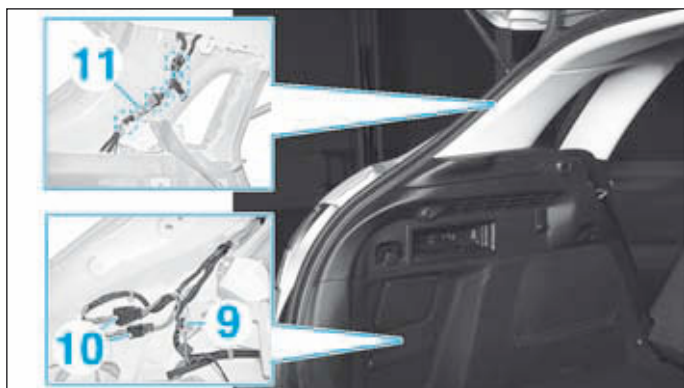

FIG.103
- Déposer l'écrou (9) (Fig.103).
- Débrancher les connecteurs (10).
- Dégrafer et libérer le faisceau (11).